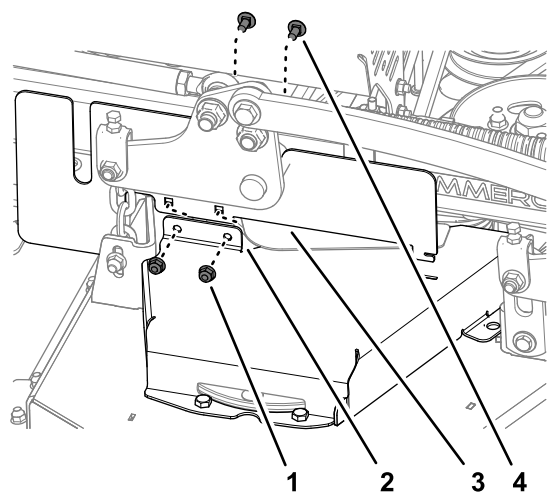

Figure 41
2. Fixez le couvercle CE droit au protège-courroie droit (Figure 41) à l'aide des 2 boulons de carrosserie et des 2 contre-écrous que vous avez retirés à l'opération Dépose du protège-courroie gauche (page 28).